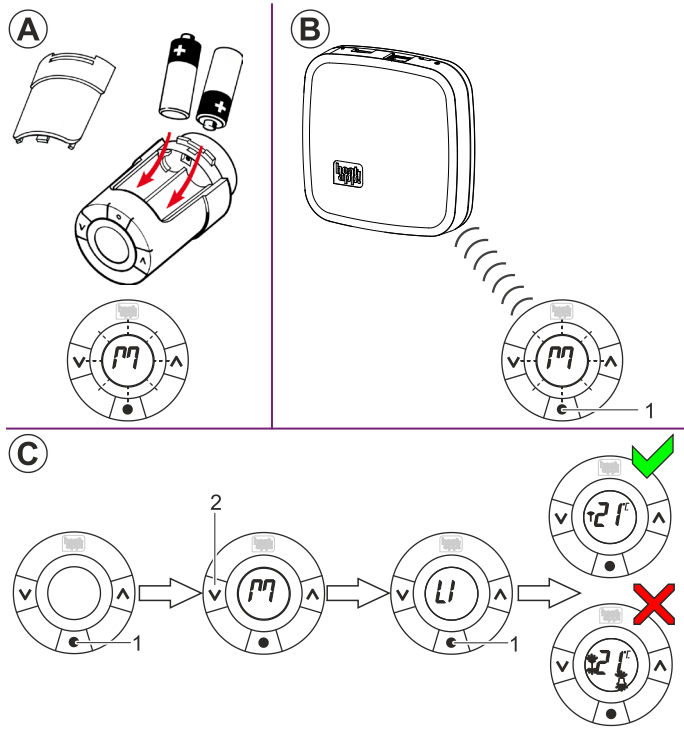

Abb. 8: heatapp! drive anmelden
2. Packen Sie einen **heatapp! drive** aus und legen Sie die AA-Batterien in das Batteriefach ein (Abb. 8, (A)). Achten Sie dabei auf die richtige Polarität!
4. Das Display am **heatapp! drive** zeigt ein blinkendes "M". Drücken Sie nun mehrfach kurz die Lerntaste (Abb. 8, (B), Pos. 1) in der Mitte unterhalb des Displays. Erkennt das **heatapp! gateway** den **heatapp! drive**, werden Sie aufgefordert, für diesen Stellantrieb einen Namen zu vergeben (z.B. „Heizkörper Fensterseite“) und dem Stellantrieb einen Raum zuzuweisen, der bei der Einrichtung der **heatapp! base** angelegt wurde.
3. Halten Sie anschließend an einem montierten **heatapp! drive** die Taste (Abb. 8, , Pos. 1) gedrückt, bis „M“ im Display blinkt.
4. Drücken Sie nun einmal die Taste (Abb. 8, , Pos. 2). Im Display wird jetzt "LI" angezeigt.
5. Bestätigen Sie den Test mit der Taste (Abb. 8, , Pos. 1).